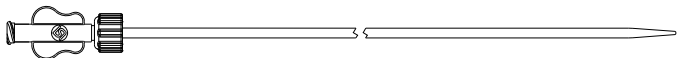
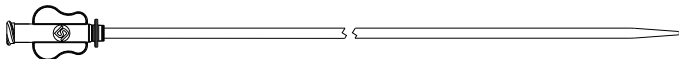

Fig.3 Dilatador (serie 800)
Fig.4 Dilatador (serie 550/700/900)
- 2) Dilatador (Fig.3 y Fig.4)